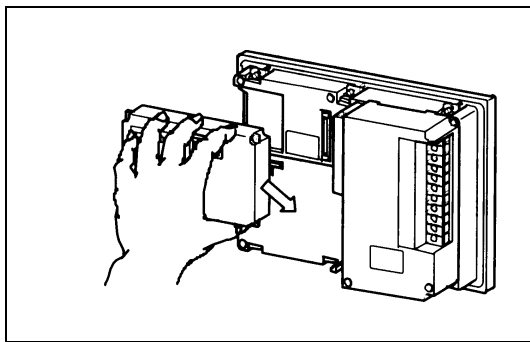

Abb. 5-3: Montage des Kommunikationsmoduls
- ① Schalten Sie die Spannungsversorgung des Bediengeräts aus.
- ② Setzen Sie das Kommunikationsmodul wie in Abb. 5-3 gezeigt auf die Rückseite des GOT auf, und drehen Sie die Verschraubung fest an.